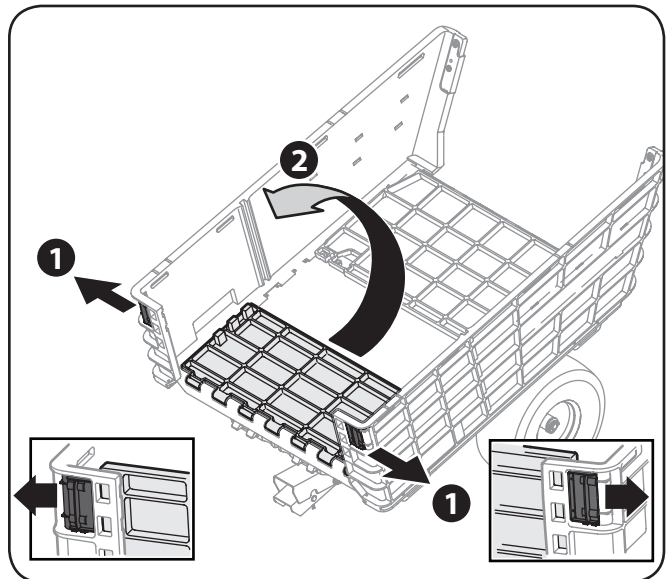

Figura 3-6
- Con los dos lados ahora levantados, eleve el panel delantero e inserte el panel delantero en los paneles laterales, tire hacia afuera en las lengüetas hasta que encajen en su lugar. Consulte la Figura 3-6.